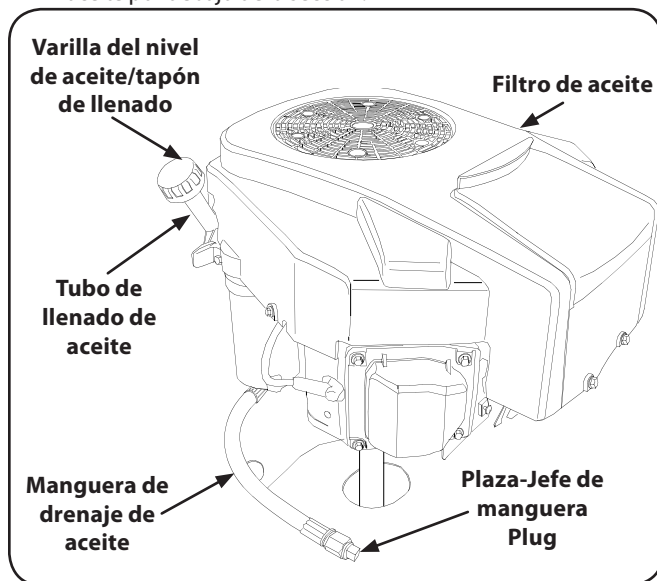

Figure 6-2
4. Si su motor tiene la manguera de drenaje de aceite de configuración en la Fig. 6-2, véase la manguera de drenaje de aceite por debajo de la sección.
2. Mientras mantiene el extremo libre de la manguera de drenaje de petróleo en los contenedores de recogida de aceite, retire la tubería cuadrada cabeza de enchufe el extremo de la tubería. Vea la Fig. 6-2. Escurrir el aceite del motor en la recogida de contenedores.